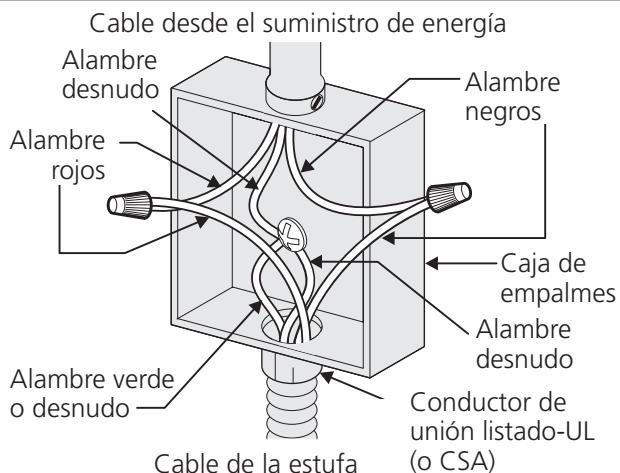
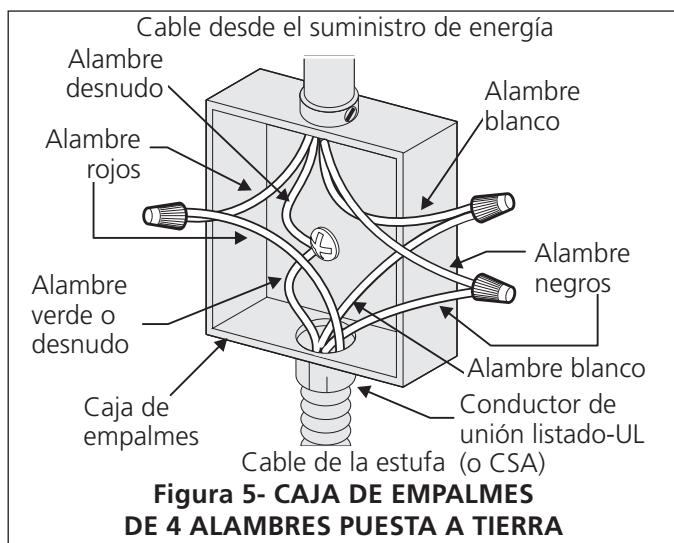

Figura 4 - CAJA DE EMPALMES DE 3 ALAMBRES PUESTA A TIERRA
Figura 5- CAJA DE EMPALMES DE 4 ALAMBRES PUESTA A TIERRA
Este electrodoméstico está fabricado con un suministro eléctrico neutro blanco y un alambre de cobre conectado al armazón. El armazón esta puesto a tierra por un enlace de la conexión a tierra con la conexión del neutro al final de la línea eléctrica, si es usado en los estados unidos una nueva instalación de circuito de bifurcación (1996 NEC), casa rodante, vehículos recreacionales, o donde los códigos locales no permitan poner a tierra mediante el neutro (blanco) o en Canadá, desconectar la conexión blanca de la verde y utilizar la conexión a tierra para poner a tierra la unidad de acuerdo a los códigos locales, conectar el neutro al circuito de bifurcación-conductor neutro de manera usual. Ver Figura 5. Si su electrodoméstico va a ser conectado a una caja de conexión puesta a tierra de 3 cables (en los estados unidos solamente), donde los códigos locales permitan conectar el conductor de poner a tierra-electrodoméstico con el neutro (blanco) ver Figura 4.
Donde los códigos locales permitan conectar el conductor de puesta a tierra del electrodoméstico al neutral (blanco) (Solamente en los Estados Unidos) (vea figura 4):
2. En el caja de juntas: conectar el aparato y los cables residenciales como se muestra en la figura 4.
Si el aparato se usa en una instalación de circuito de ramal nuevo (1996 NEC), en una casa rodante, en un vehículo para recreación o si los códigos locales NO permiten la conexión a tierra a través del cable neutral (blanco), el armazón del electrodoméstico NO TIENE QUE estar conectado al alambre neutro del sistema eléctrico de 4 alambres. (ver figura 5):
3. En el caja de juntas: conectar el aparato y los cables residenciales como se muestra en la figura 5.